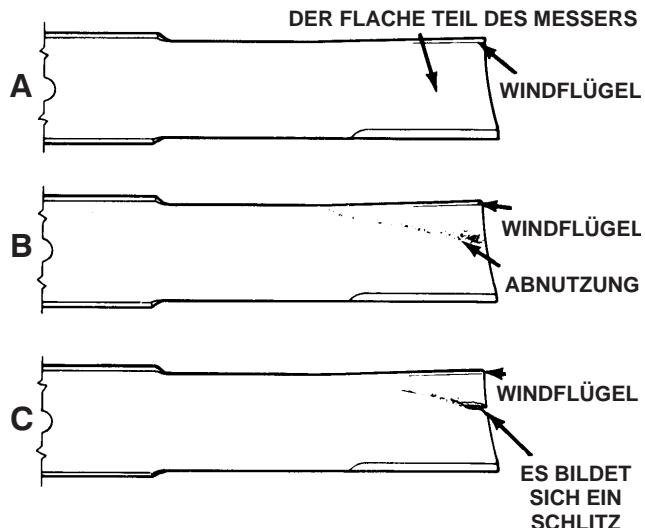

Bild 85
2. Kontrollieren Sie die Schnittkanten des Messers sorgfältig, insbesondere dort, wo die geraden Flächen die gebogenen berühren (Bild 85-A). Da Sand und anderes reibendes Material das Metall abschleifen kann, das die flachen und die gebogenen Teile verbindet, müssen Sie das Messer vor jedem Einsatz des Rasenmähers kontrollieren. Tauschen Sie das Messer aus, wenn Sie eine Abnutzung feststellen (Bild 85-B).